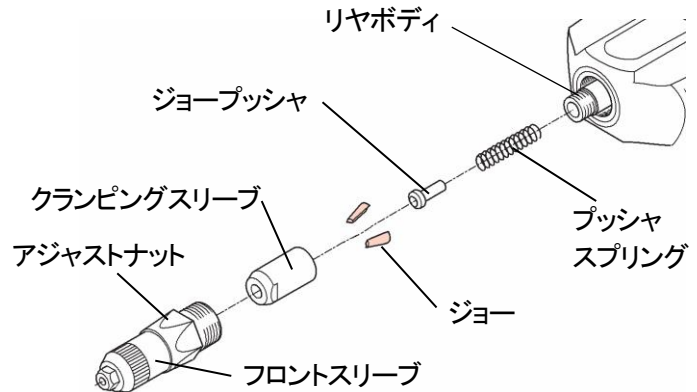

図6-4
- (2)17mmスパナ等を使用して、リヤボディからクランピングスリーブを外してください。この時外れてくる部品を図6-4に示します。